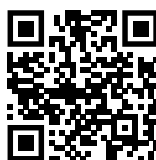

Fig. 48
- ▶ Abrir el Liebherr SmartMonitoring Dashboard. (consulte Fig. 48).